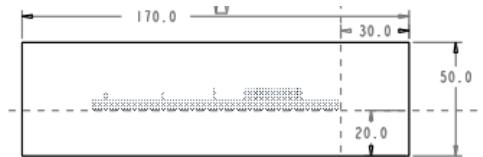

图 1.3 截面草图
(1) 选择命令。单击 **模具** 功能选项卡 **形状** ▾ 区域中的 **拉伸** 按钮。
(2) 定义草绘截面放置属性。在绘图区中右击，从快捷菜单中选择 **定义内部草绘...** 命令，系统弹出“草绘”对话框，然后选择参照模型中的 MOLD_RIGHT 基准平面作为草绘平面，选取 MAIN_PARTING_PLN 平面为参照平面，方向为上，然后单击 **草绘** 按钮，系统进入截面草绘环境。
(3) 进入截面草绘环境后，系统弹出“参考”对话框，选取 MAIN_PARTING_PLN 基准平面和 MOLD_FRONT 基准平面为草绘参照，然后单击 **关闭(C)** 按钮，绘制图 1.3 所示的截面草图。完成绘制后，单击“草绘”操控板中的“确定”按钮 **✓**。
(4) 选取深度类型并输入深度值。在操控板中选择深度类型 (对称)，在深度文本框中输入深度值 70.0 并按回车键。
(5) 完成特征。在操控板中单击 **✓** 按钮，则完成拉伸特征的创建。